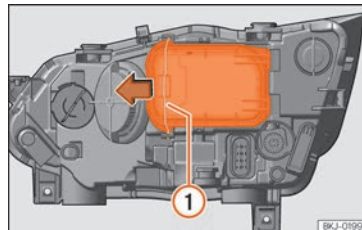

Abb. 102 Im Motorraum: Abdeckung entfernen.
- Die Strebe » Abb. 102 **1** in Pfeilrichtung verschieben und den Deckel abnehmen.